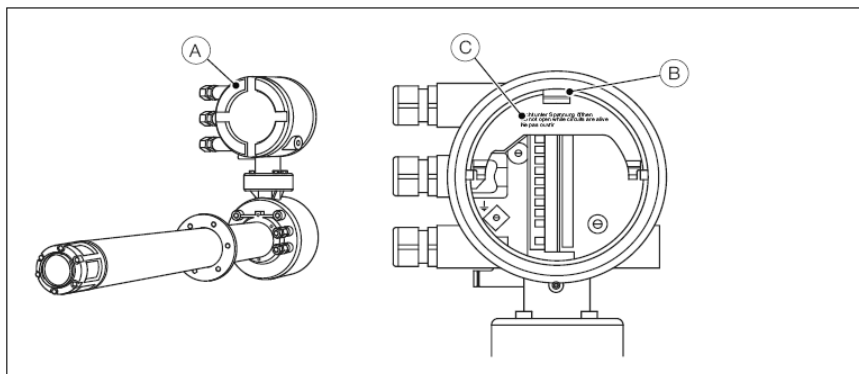

图 4.7 一体式变频器—使用连接
见图 4.7：
4. 关闭铰接电源盖（见图 4.7）。
6. 重新安装后盖（见图 4.7），用手将其拧紧。